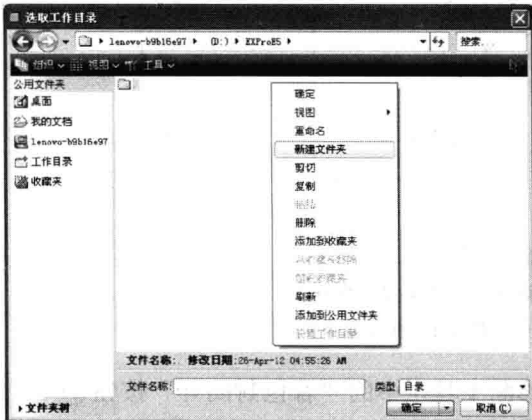
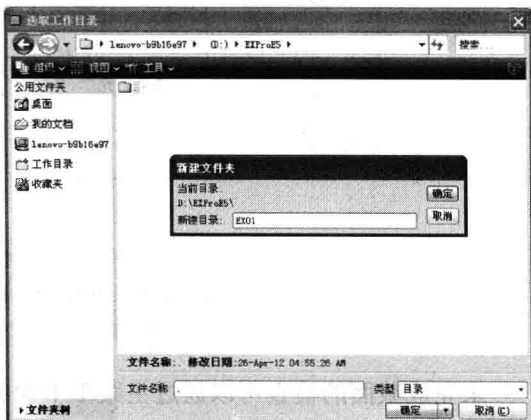

图 1-12 选取工作目录
图 1-13 设置工作目录
(1) 新建一个名为“EX01-01a”的零件文件。选择主菜单“文件”→“设置工作目录”，打开【选取工作目录】对话框。选取工作目录“D: /EXProE5”，在工作目录区单击鼠标右键，弹出快捷菜单，选取“新建文件夹”命令，如图 1-12 所示。在弹出的【新建文件夹】对话框中输入“EX01”，如图 1-13 所示，单击“确定”按钮，再单击【选取工作目录】对话框中的“确定”按钮，即可完成当前工作目录的设定。